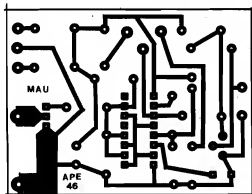

Fig. 2
- FIG. 2 - CIRCUITO IMPRESSO - Em tamanho natural (é só "carbonar" diretamente...), o lay out